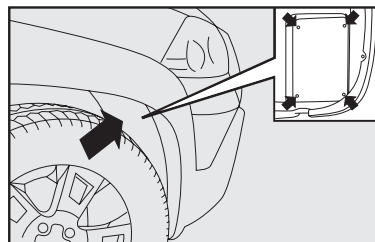

fig. 40
- 1) Quite la tapa de inspección de los faros de profundidad ubicada en el interior del vano de la rueda **fig. 40**, utilizando una llave phillips en los tornillos indicados en el detalle **fig. 40**;